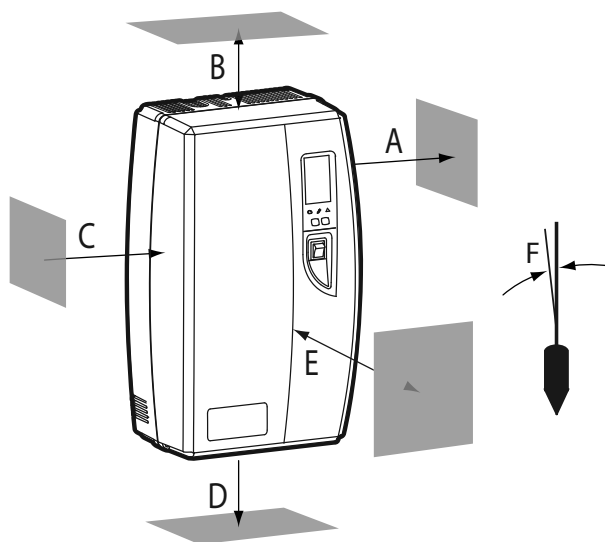

Fig. 3.a
**▶ IMPORTANT :** Certains espaces de dégagement minimum doivent être maintenus autour de l'unité pour des raisons de sécurité et de maintenance. (Voir Fig. 3.a. Et le Tableau 3.a)